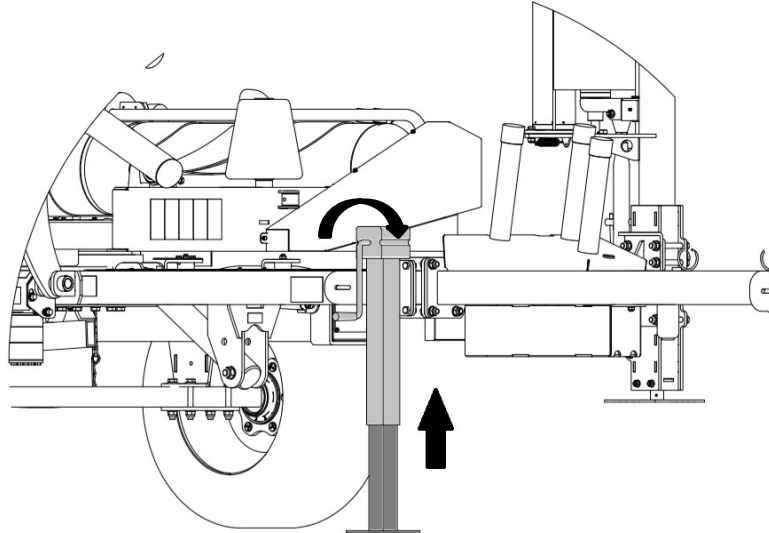

Abbildung 22 Stützfuß
- Fahren Sie langsam rückwärts an die Kopplung des Wicklers (1) heran, passen Sie dabei besonders, dass sich keine Personen zwischen der Maschine und dem Schlepper oder in der Umgebung der Maschine befinden,
- Fahren Sie im Rückgang mit der Schlepperkupplung (4) möglichst nah an die Kupplung der Maschine heran,
- Verbinden Sie mit einem Bolzen (2) die Maschinenkupplung mit der Schlepperkupplung und sichern Sie sie mit einem Splint,
- Heben Sie den Stützfuß an (Abb. 22),
- Verbinden Sie die Hydraulikleitungen der Maschine (3) mit den Hydraulikanschlüssen des Schleppers,
Nach dem Ankoppeln der Maschine an den Schlepper ins. 6.2 wird der Stützfuß gehoben, Abb. 22.